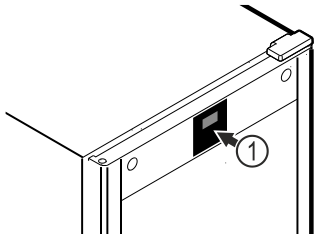

Fig. 51 Shembull ilustrues
Termometri është kalibruar që më parë në fabrikë (kompensim prej +6 Kelvin). Nëse temperatura e hapësirës së brendshme ndryshon nga ajo tek treguesi i temperaturës Fig. 51 (1), ju mund ta kalibroni termometrin.